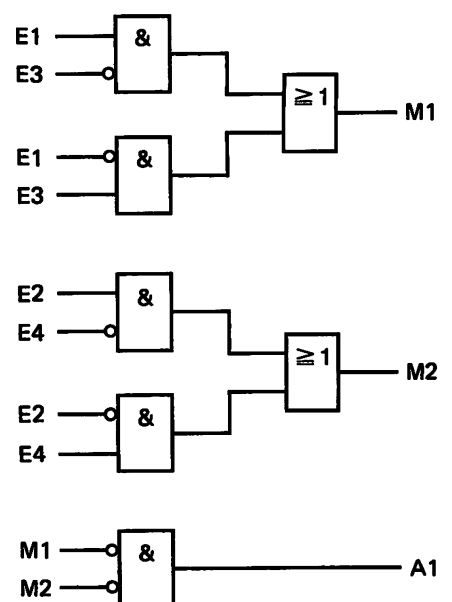

Bild F35.2
a) Den Funktionsplan enthält das Bild F35.2